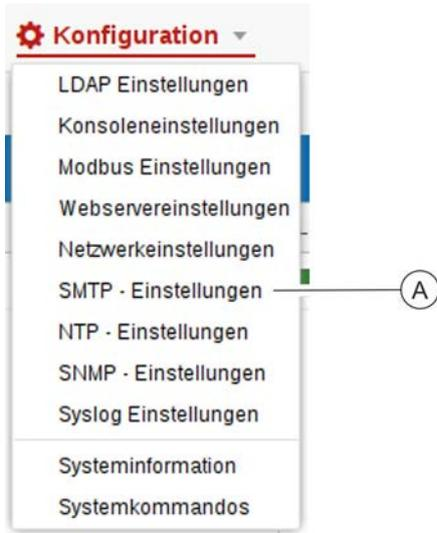

Abb. 225: SMTP-Einstellungen aufrufen
1. ➔ Über „Konfiguration → SMTP - Einstellungen“ die SMTP-Einstellungen aufrufen (Abb. 225/Ⓐ).